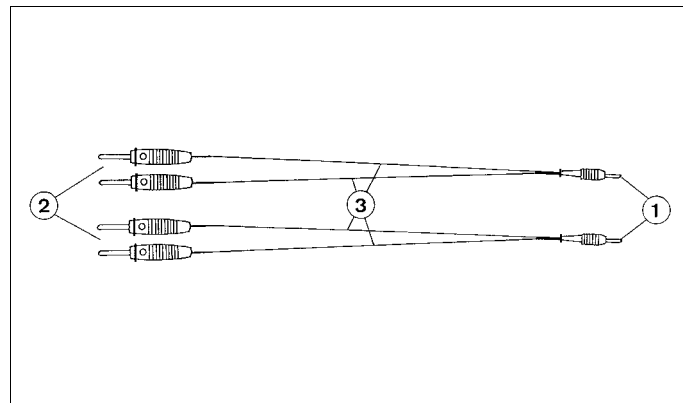

Fig. 4
2.4 Paire de câbles de raccordement (388 06); voir fig. 4
2.4 Par de cables de conexión (388 06); véase la Fig. 4